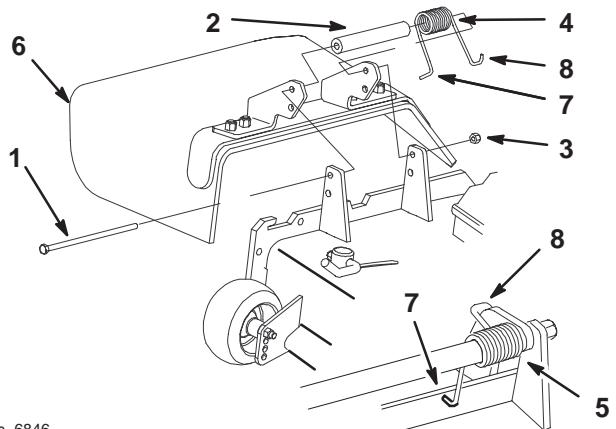

Figure 78
- Retirez le contre-écrou, le boulon, le ressort et l'entretoise qui fixent le déflecteur aux supports de pivot (Fig. 78). Enlevez le déflecteur s'il est endommagé ou usé.
Remarque : Prenez soin de placer l'extrémité en L du ressort derrière le bord du plateau avant de mettre le boulon en place, comme indiqué à la Figure 78.
- Remettez le boulon et l'écrou. Accrochez l'extrémité crochue en J du ressort au déflecteur d'herbe (Fig. 78).